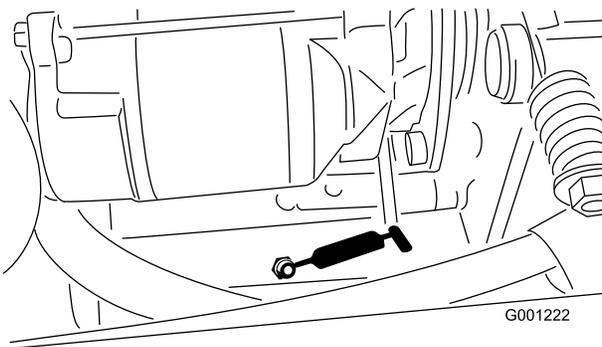

Bild 42
- ZWA-Spannungsgelenk (Bild 42)
- Hinteres ZWA-Lager (Bild 42)